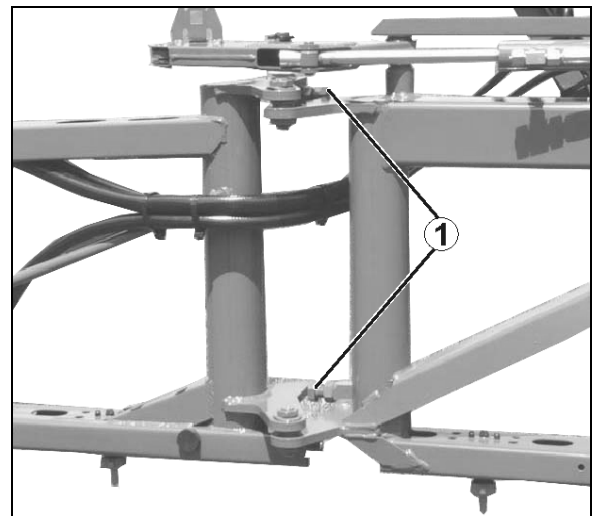

Fig. 158
1. Kontermutter der Einstellschraube (Fig. 158/1) lösen.